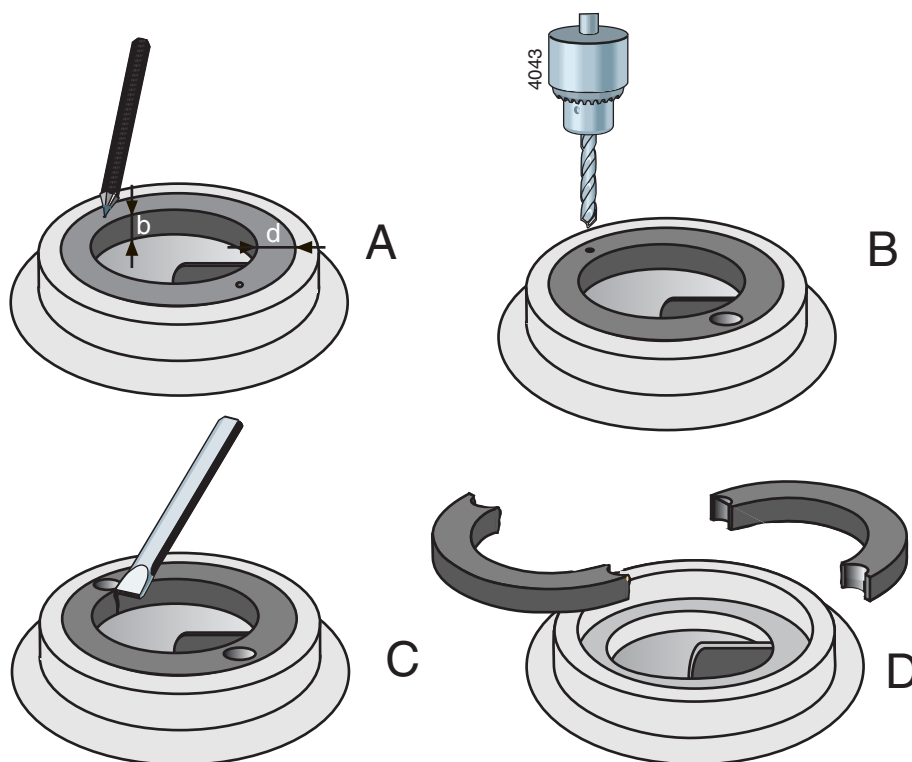

Рисунок 14: Извлечение компенсационного кольца
- 1 Измерьте толщину (d) и ширину (b) кольца, см. рисунок 14 А.
- 2 Прodelайте центрующие отверстия посередине кромки кольца в двух противоположных точках, см. рисунок 14 В.
- 3 Пользуясь сверлом с диаметром несколько меньшим, чем толщина кольца (d), просверлите в кольце два отверстия, см. рисунок 14 С. Глубина сверления не должна превышать ширину кольца (b). Старайтесь не повредить установочную фаску корпуса насоса.
- 4 Пользуясь зубилом, вырубите оставшуюся часть толщины кольца. Теперь кольцо можно разделить на две части и извлечь его из корпуса насоса, см. рисунок 14 D.